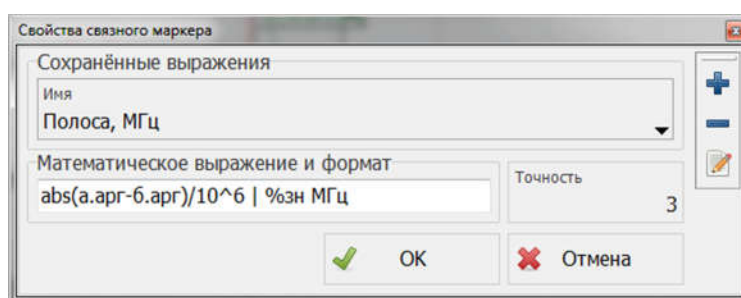

Рисунок 2.126 – Свойства связного маркера
2.3.2.11.20 При помощи связанного маркера можно установить диапазон сканирования, выбрав команду «Диапазон» в контекстном меню связанного маркера (рисунок 2.126), при этом границы диапазона сканирования будут соответствовать абсциссам связанных маркеров.